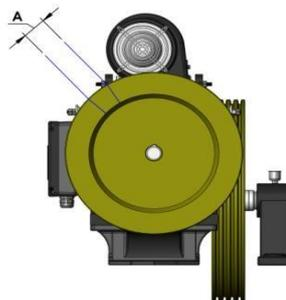

Рисунок 9. Контроль допустимых отклонений червячного вала по дуге А на маховике
11.1.4. См. **рисунок 9**. Рядом с отметкой начальной позиции на неподвижной поверхности выполнить отметку на маховике при вращении в одну сторону, далее при вращении в другую сторону выполнить другую отметку на маховике.
11.1.5. Измерить расстояние между двумя отметками.(См.рисунок 9.)